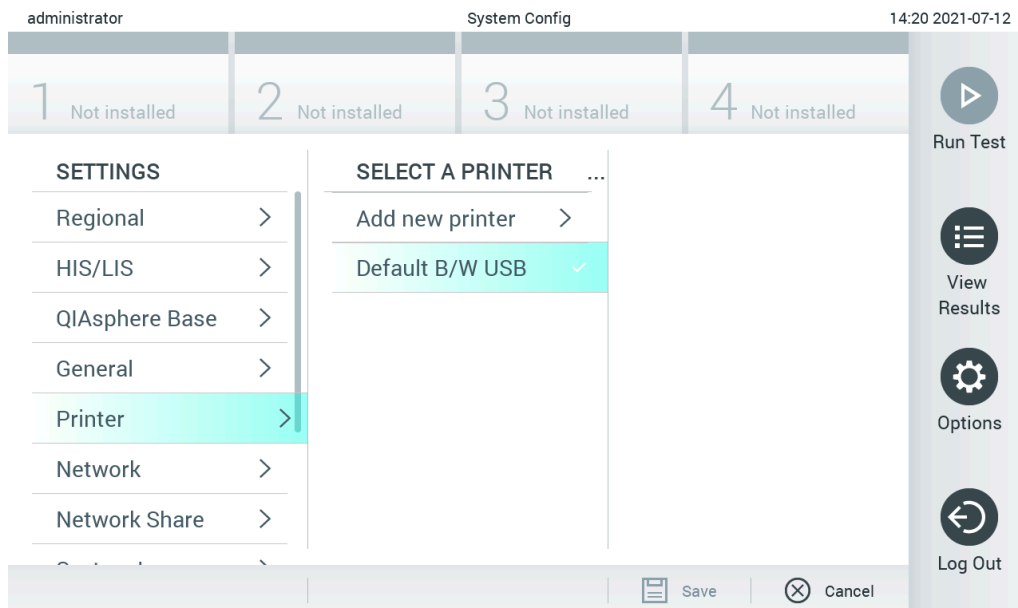

Abbildung 103. Druckerinstallation mit Standardtreiber
2. Wählen Sie den Standarddrucker namens Standard S/W USB (Abbildung 103)